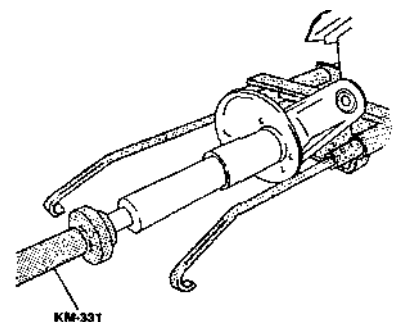

Рис. 5.23.
- отвернуть гайку корпуса стойки при помощи специального инструмента (например, гаечного ключа KM-331) (рис. 5.23);